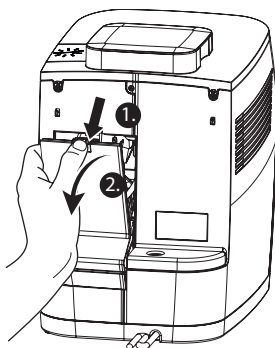

Abb. 14: Abdeckung der Brüheinheit entfernen
3. Entfernen Sie die Abdeckung der Brüheinheit auf der Rückseite des Gerätes, indem Sie die Lasche mit dem Daumen herunterdrücken und zu sich ziehen (Abb. 14).